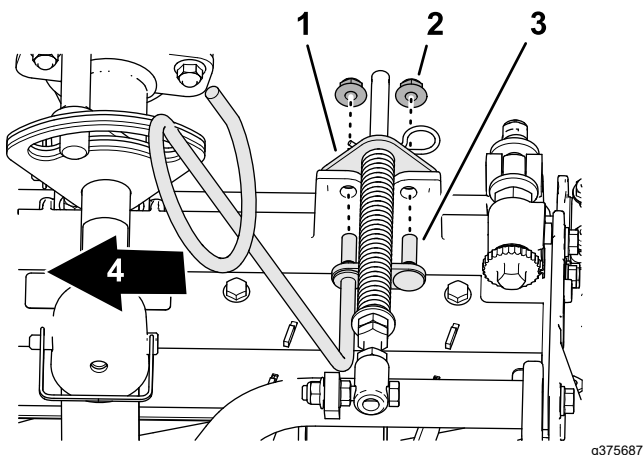

Bild 10
5. Richten Sie die Bolzen der linken Schlauchführung mit den Löchern im Rahmen des Mähwerks und der Halterung der Rasenkompensierung aus (**Bild 10**).